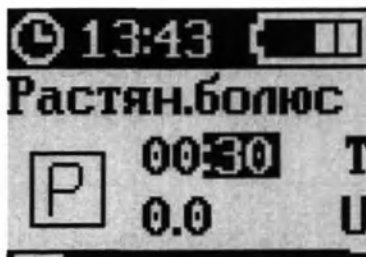

Рисунок 107 – Экран «РАСТЯН.БОЛЮС» (минуты)
6. Кнопками «ВВЕРХ» и (или) «ВНИЗ» выставить длительность болюса в минутах (рисунок 107).